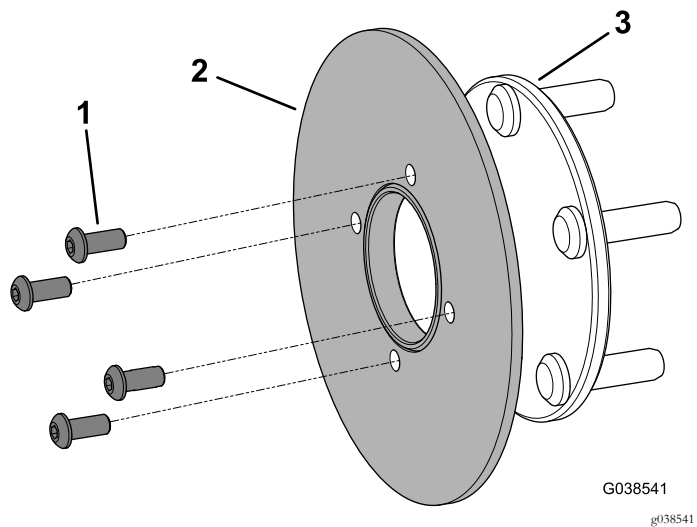

**Bild 6**
- Nehmen Sie den Staubdeckel, den Splint, den Mutterhalter und die Klemmmutter ab und entfernen Sie die Nabe und den Drehzylinder von der Spindel (Bild 6).
- A. Ziehen Sie die Klemmmutter an, während Sie die Nabe drehen, um die Lager zu setzen, und ziehen Sie die Klemmmutter mit 16-20 N·m an, wie in Bild 6 abgebildet.
- B. Lösen Sie die Klemmmutter, bis sie von der Nabenscheibe und der Nabe entfernt ist, und ziehen Sie die Klemmmutter mit 1,69-2,26 N·m an, während Sie die Nabe drehen (Bild 6).
- C. Befestigen Sie den Mutterhalter auf der Klemmmutter und stellen Sie sicher, dass das Loch für den Splint sichtbar ist; setzen Sie den Splint ein (Bild 6).
- D. Setzen Sie den Staubdeckel auf (Bild 6).